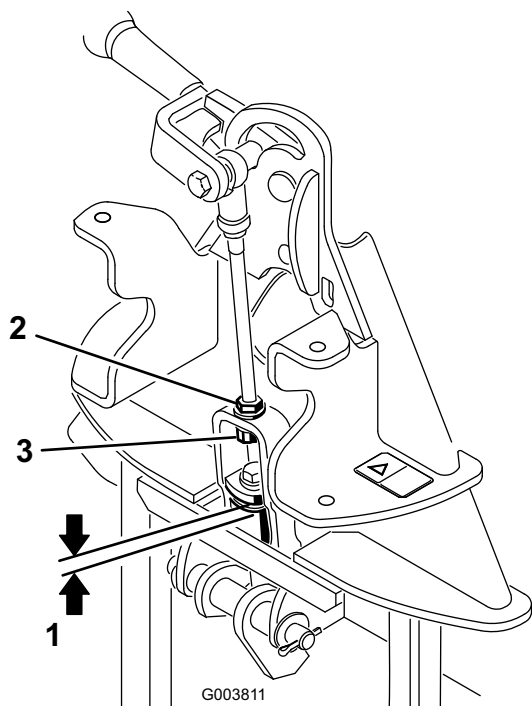

図 4
2. 図 4に示すように、上面のワッシャからアタッチメント・アダプタのリンク・アセンブリのスペーサまでの距離を測る。